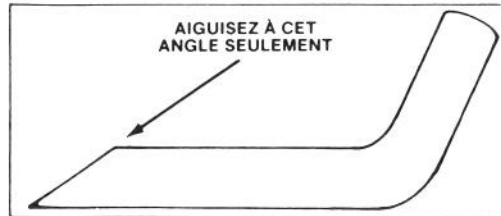

Figure 24
6. **AIGUISAGE DE LA LAME** — À l'aide d'une lime, aiguissez le tranchant aux deux extrémités de la lame (Fig. 24). La lame restera équilibrée si vous enlevez la même quantité de métal des deux extrémités de la lame.